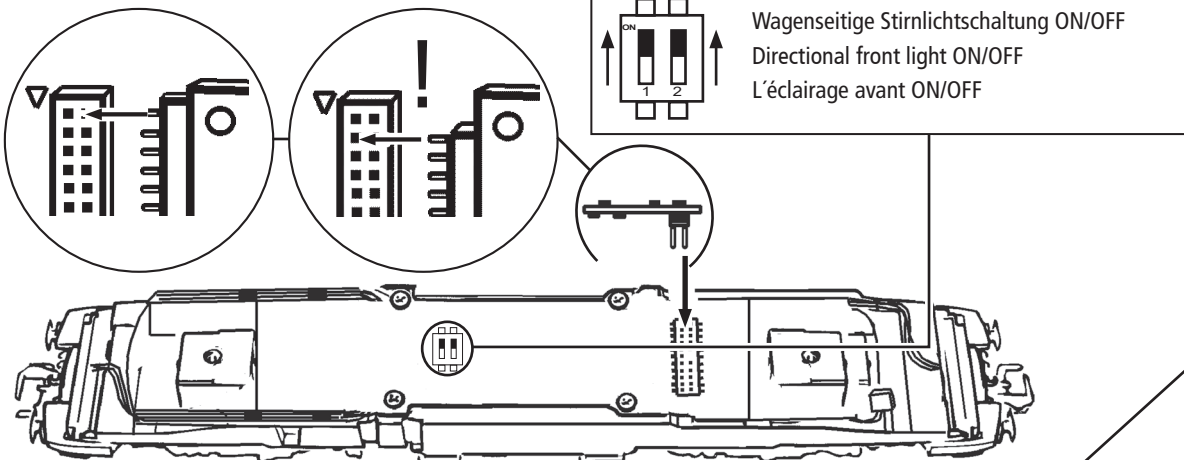

Fig. 7
**4. Motorwechsel:** Lokgehäuse abnehmen (Fig. 4). Danach wird der Motor ausgebaut und ausgewechselt (Fig. 7).
**4. Motor Changing:** First remove loco body (fig. 4), and then the motor (fig. 7).